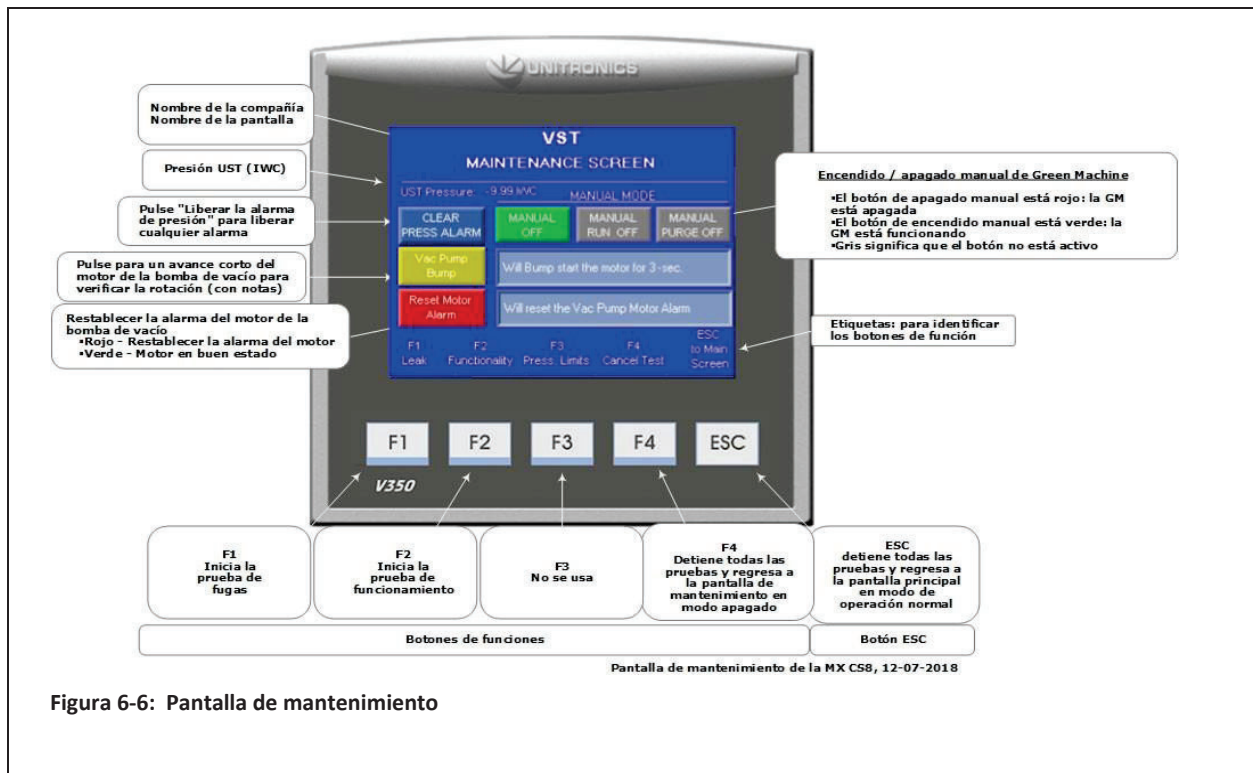

Figura 6-6: Pantalla de mantenimiento
1. En el panel de control de VST, verifique que aparezca la pantalla de mantenimiento en el PLC. **Vea la Figura 6-6.** (La GREEN MACHINE ahora está en el modo Manual OFF [apagado manual] y no funcionará.)